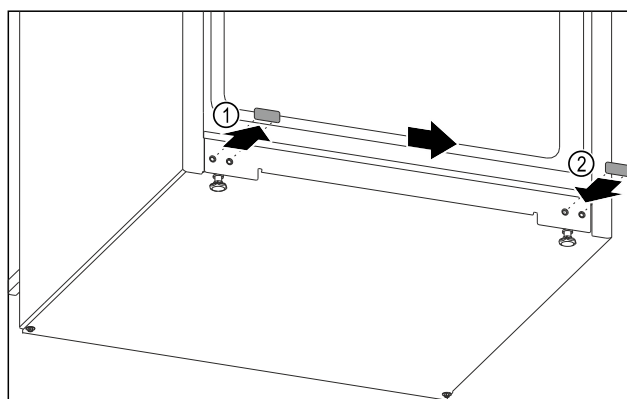

Fig. 10
- ▶ Húzza ki a fedődugót. Fig. 10 (1)
- ▶ Helyezze fel a fedődugót a másik oldalon. Fig. 10 (2)